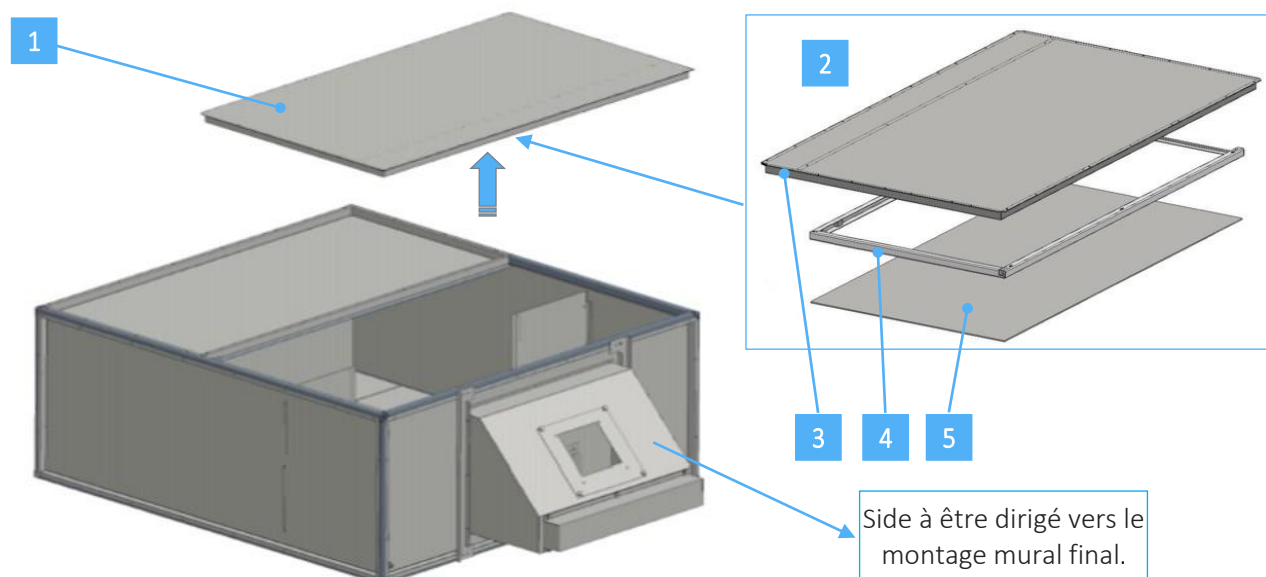

Fig. 5 Retrait du couvercle supérieur
- Effectuer l'assemblage dans le voisinage de la paroi sur laquelle l'appareil est ensuite installé, en plaçant le côté sombre de la *dark-box* avec le prisme vers le mur lui-même (figure 5).